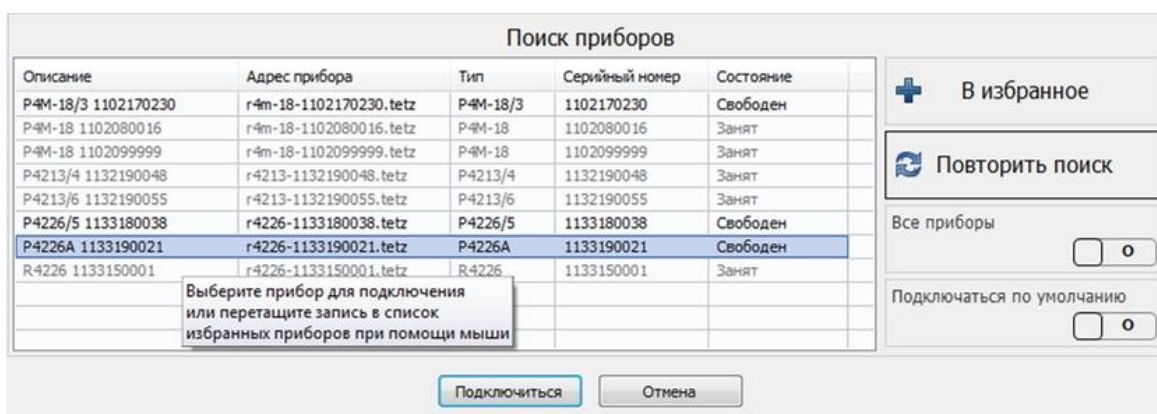

Рис. 13. Подключение к ВАЦ.
3. Подключить ПО к ВАЦ (рис. 13).